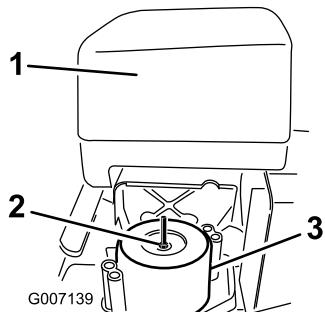

Figure 50
5. Enlevez l'écrou à oreilles des éléments du filtre à air et déposez les éléments (Figure 50).
- Placez le filtre à air sur sa base et fixez-le en position avec un écrou à oreilles (Figure 50).